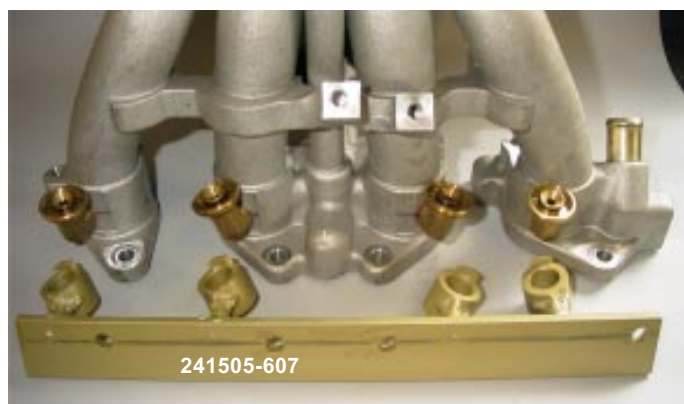

fig. 1.
- Monteer de boormal 241505-607 m.b.v 2 M8-bouten tegen flens van het inlaatspruitstuk. Boor alle gaten $\varnothing$ 8,5 mm. Zie fig.1. Gebruik bij het boren een boorbus in de boormal om de juiste hoek aan te houden tijdens het boren. Tap de schroefdraad M10x1.